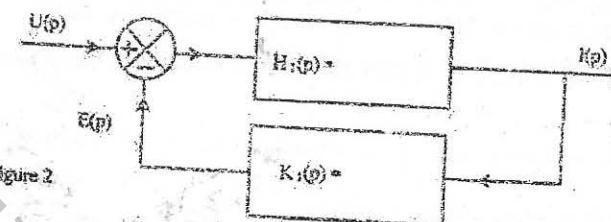

Figure 2
1.2.2. Déduire de la question précédente les expressions des transmittances  $H_1(p)$  et  $K_1(p)$  de la figure 2, en les inscrivant dans les blocs correspondants.